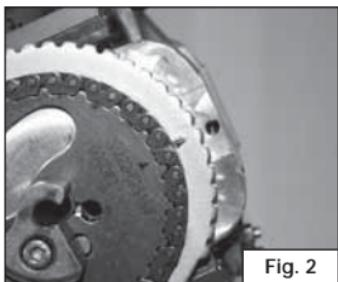

Fig. 2
- Servendosi di una chiave a T inserita nel dado centrale del variatore, ruotare l'albero motore fino alla chiusura delle valvole di aspirazione che corrisponde ad allineare la ruota fonica come in **Fig. 2**.
- Insert a T wrench in the variator central nut and rotate the crankshaft until the intake valves are closed. The intake valves are closed when the phonic wheel attains the position shown in (**Fig. 2**).
- En utilisant une clef en T insérée dans la vis centrale du variateur , tourner le vilebrequin jusqu'à la fermeture de la soupape d'admission afin d'aligner la roue phonique comme sur la **Fig. 2** .
- Togliere la vite a brugola M5, e smontare la contro massa di equilibratura (Fig. 2).
- Remove the socket head screw M5, and remove the counter balance weight (Fig. 2).
- Enlevez la vis cruciforme M5 et démontez la contre-masse d'équilibrage (Fig. 2) .
- Montare la contro-massa di equilibratura, centrando la vite di fissaggio campana (Fig. 2).
- Reassemble the counter balance weight using the M5 socket head screw. (Centre the counter balance weight by using the relief valve mass housing's centre screw) (Fig. 2).